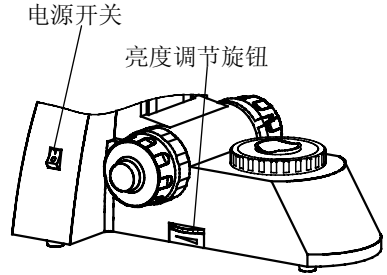

图 3
- 2) 打开电源开关，使照明器处于工作状态，参照图 3。如果灯不亮，请检查是否亮度控制是否处于过低的位置。